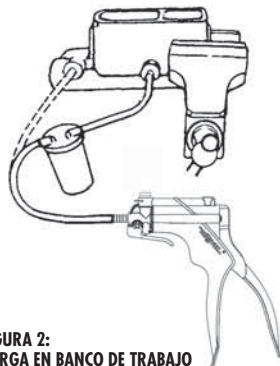

FIGURA 2:
3) Quite un tapón del cilindro maestro y conecte el adaptador apropiado a este orificio de salida del cilindro maestro. Conecte el tubo de la bomba al vaso del depósito y el tubo del vaso a la manguera al adaptador (FIGURA 2).